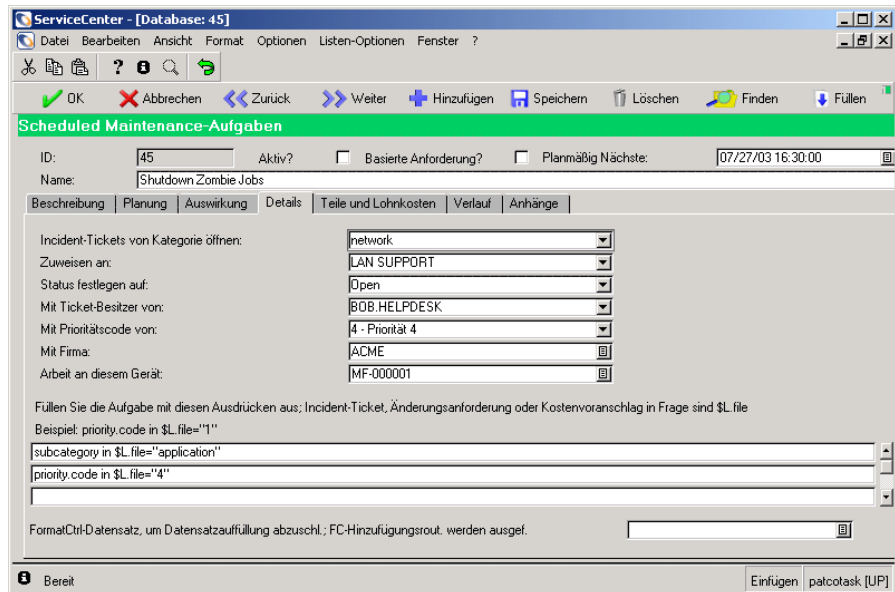

Abbildung 6-2: Scheduled Maintenance-Aufgaben: Register „Details“
- 3 Abbildung 6-2 auf Seite 180 zeigt den Bereich **Erweitert** im Register **Details**.